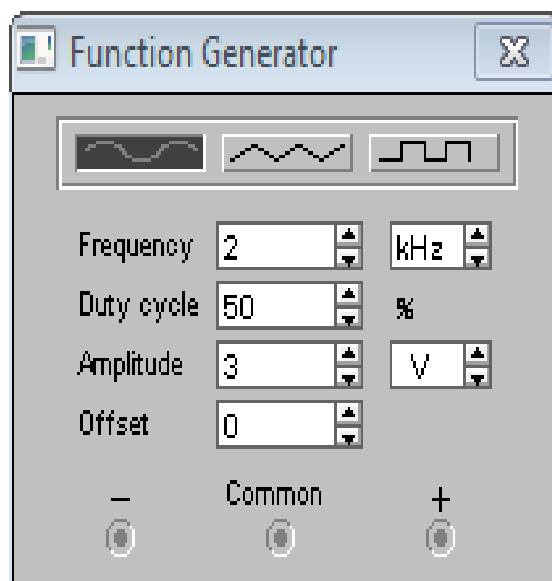

Рисунок 5.4
9.3.2. Двойным нажатием левой кнопки мыши на генератор открывается окно «Function Generator» (См. Рис. 5.4):